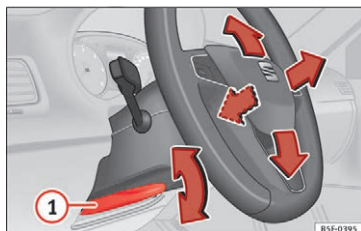

Fig. 18 Betjeningsarm nederst på ratstam-
• Indstilling af rat: Træk armen » » **Fig. 18** ①